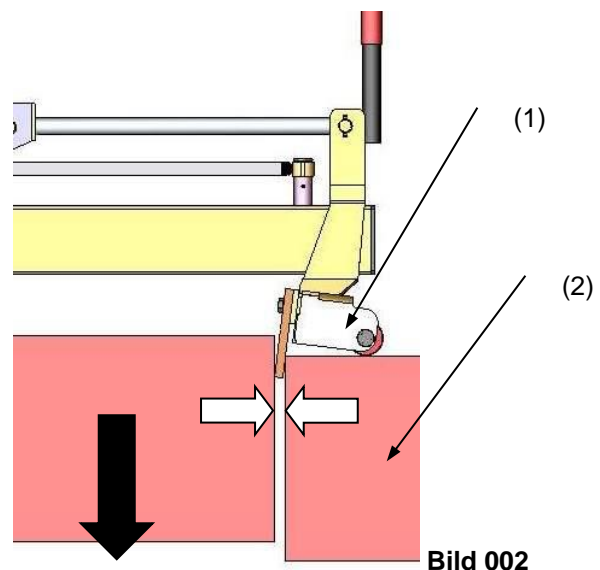

Bild 002
- Absetzrolle (1) wie in Bild 002 ersichtlich montieren.
- Gerät (VZ-HS) mit dem gegriffenen Bordstein dicht am bereits verlegten Bordstein (2) positionieren und Absetzrolle (1) aufsetzen.